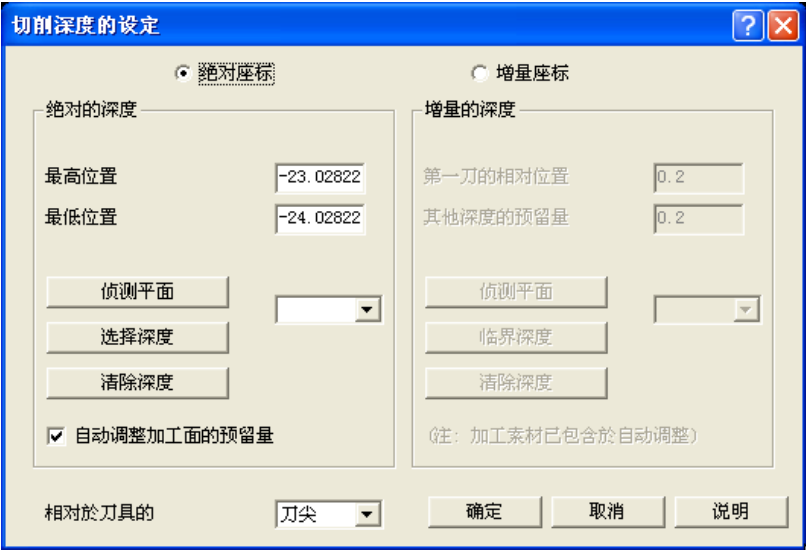
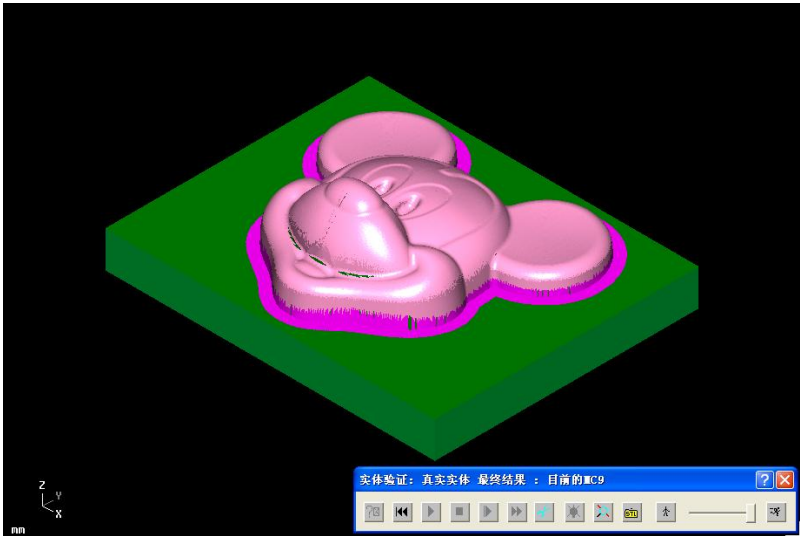

图 6-11 切削深度设定
图 6-12 实体切削验证
5) 选择“曲面粗加工—等高外形”，从刀库中选择  $\phi 3$  平刀，将进给率设定为 400，下刀速率设定为 200，主轴转速设定为 3000，其余刀具参数、参考高度、进给下刀位置、图形选择和切削范围等均同步骤 1)；在“曲面加工参数”选项卡中设定加工的曲面/实体预留量：0，干涉的曲面/实体预留量：0；在“等高外形粗参数”选项卡中单击“整体误差”，选择过滤的比率 1:1，其余默认，设定轴最大进给量：0.2，勾选“切削顺序最佳化”和“减少插刀情形”，单击“切削深度”，设定最高位置：-23.02822、最低位置：-24.02822，勾选“自动调整加工面的预留量”，其余默认，如图 6-11 所示。工件毛坯设定为 X100 Y80 Z35，工件原点 X0 Y0 Z0，实体切削验证如图 6-12 所示。将图形保存为“MIQL.MC9”文件。